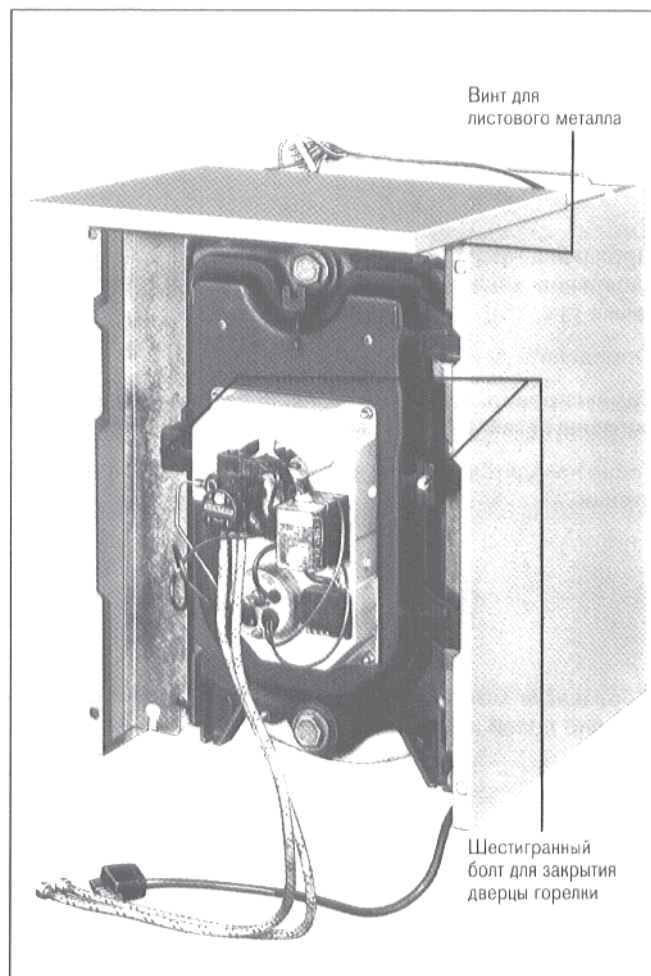
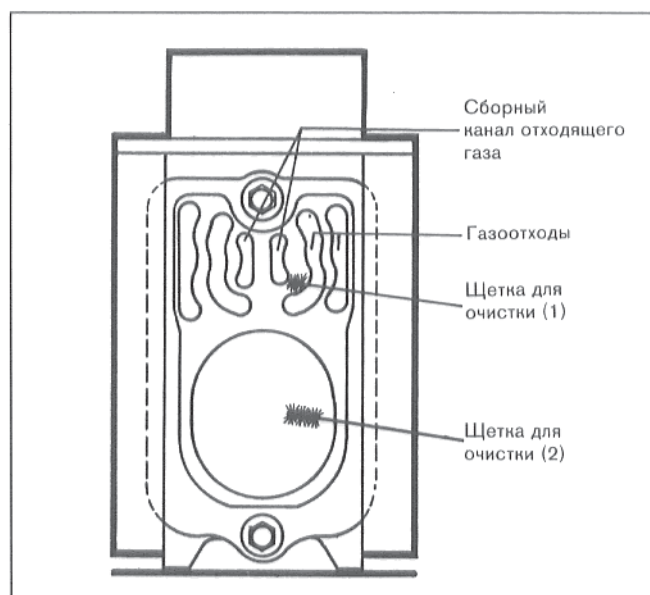

Рис. 20
Рис. 29
Равномерно затянуть шестигранные болты (рис. 20).
#### Передний кожух (рис. 20)
Открыть дверцу горелки, вывинтив предварительно шестигранные болты слева и справа у дверцы горелки (рис. 20). Произвести, при помощи щетки для очистки (1) боковые газоотходы и центральный канал дымосборника. Очистка производится горизонтальными и вращательными движениями (рис. 29).
Очистить, при помощи щетки (2), камеру сгорания (рис. 29).